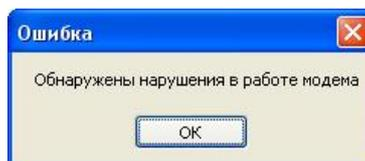

Рис. 4.5.12. Ошибка в работе модема
1. Если в файле *ms\_notify.ini* неверно указан номер COM-порта, к которому подключен GSM-модем, или скорость его работы, то программа информирует об ошибке в работе модема (рис. 4.5.12).